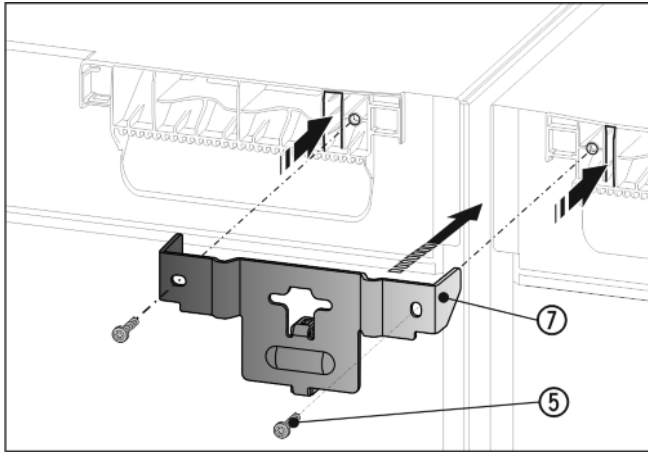

Fig. 9
► 使用间隔垫片将角 Fig. 9 (7) 推入设备之间，并使用接片将其推入设备盖板中。使用两颗螺栓 Fig. 9 (5) 紧固。